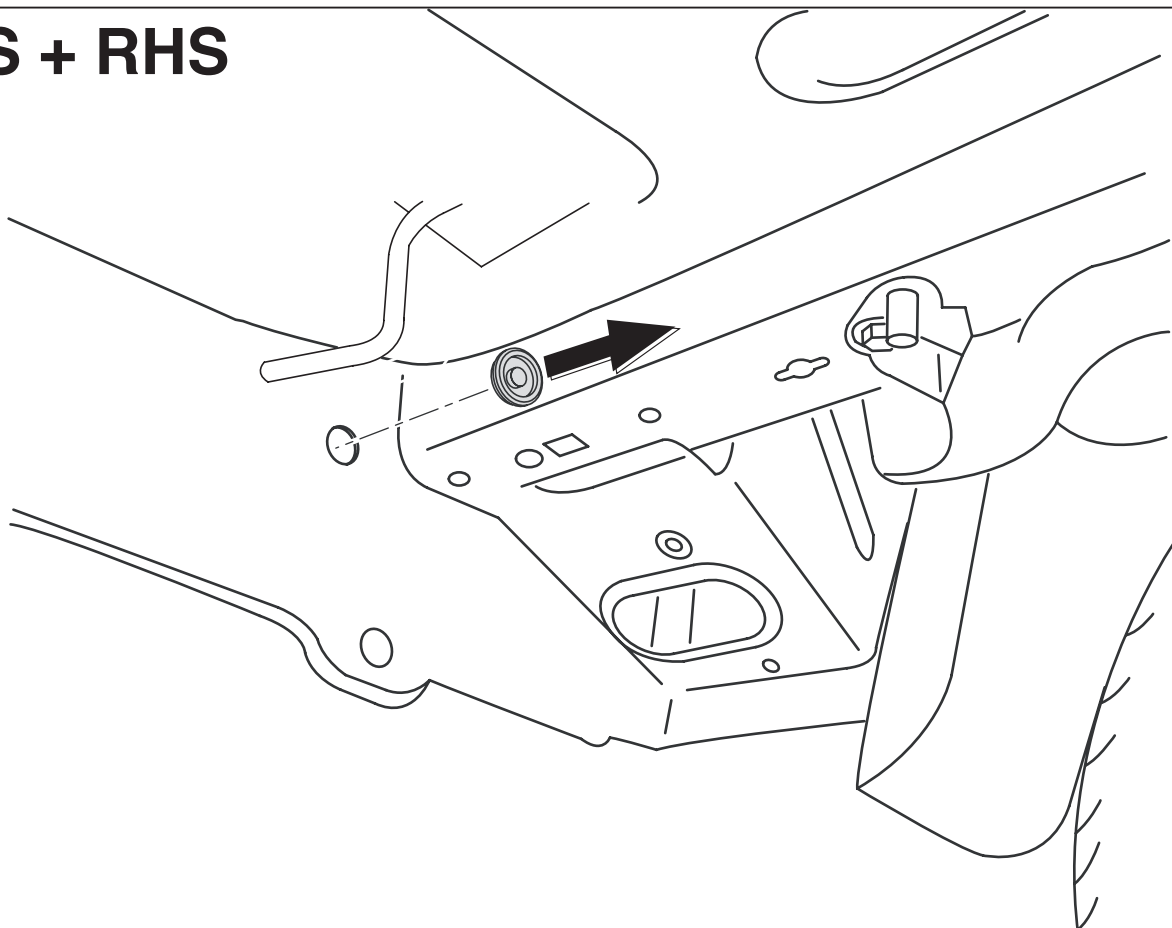

Fig.1
- Удалить резиновые пробки в указанных точках (см. рис. 1).
- Verwijder t.p.v. de aangegeven punten de rubberen doppen (zie fig. 1).
- Remove the rubber caps at the points indicated (see fig. 1).
2. Bei den angegebenen Punkten die Gummikappen entfernen (siehe Abb. 1).